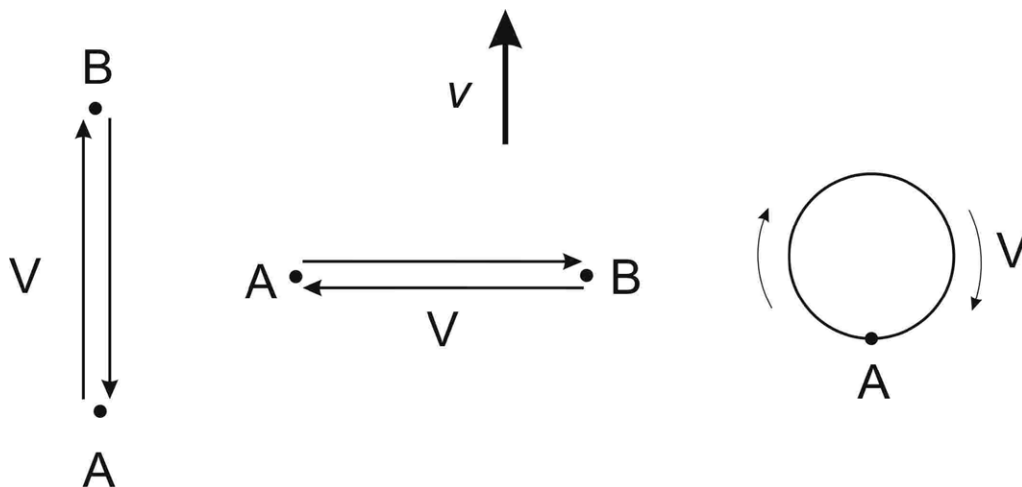

Рис. 4
- а)  $T_{prod}$  – время в полете туда и обратно по ветру и против ветра (рис. 4);